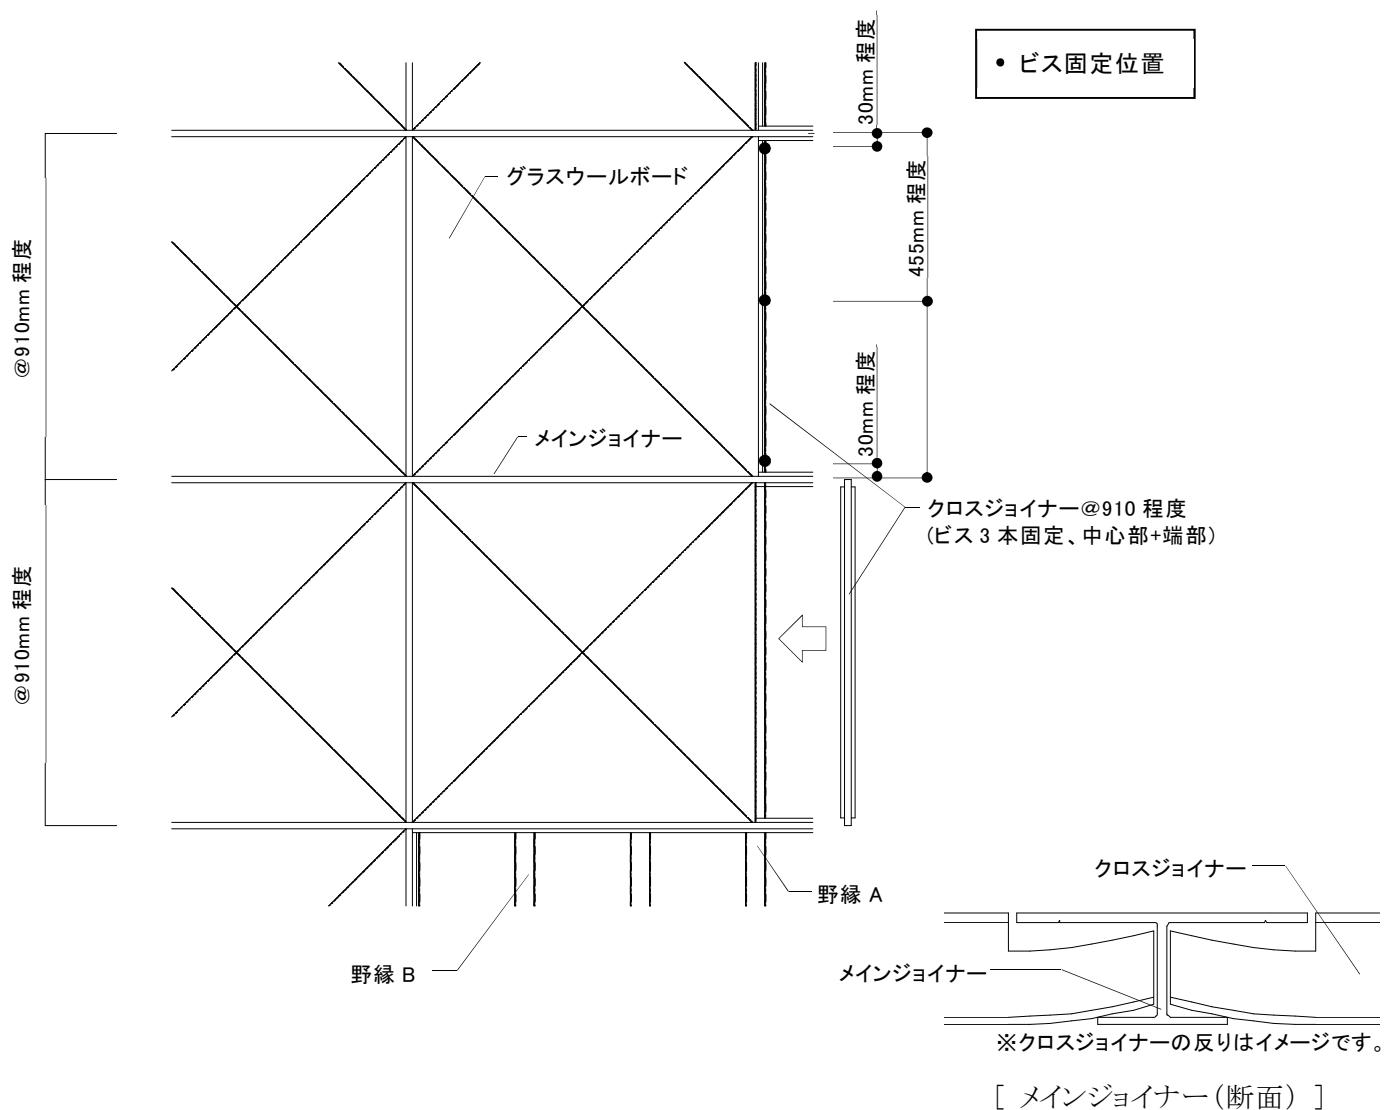

図 2-6-1 クロスジョイナーの取付け
- ①グラスウールボードの取付け後、クロスジョイナーを野縁と平行方向に配置する。
- ②クロスジョイナーは@910mm 程度で配置し、通りを確認しながらビス固定(計 3 箇所)する。(図 2-6-1 参照)